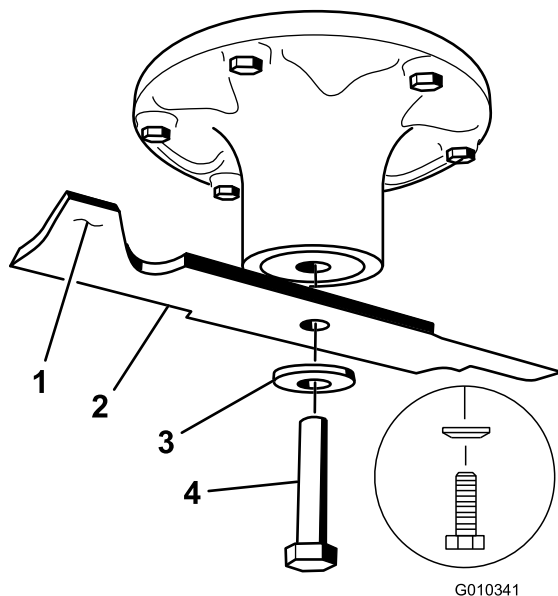

Figure 55
Tenez la lame par son extrémité avec un chiffon ou un gant épais. Enlevez de l'axe, le boulon, la rondelle bombée et la lame (Figure 55).
- A. Limez un peu l'extrémité de la partie relevée seulement (Figure 55).
1. Placez la lame sur l'axe (Figure 55).
2. Mettez en place la rondelle élastique et le boulon de la lame (Figure 55).